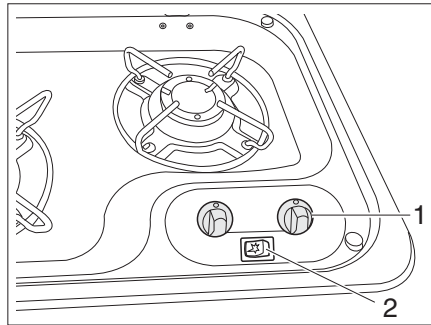

Bild 108 Bedienelemente für Gaskocher
- Drehregler (Bild 108,1) der gewünschten Brennstelle auf Zündposition (große Flamme) drehen.
- Funke durch Drücken der Zündtaste (Bild 108,2) erzeugen.
- Drehregler (Bild 108,1) auf 0-Stellung drehen. Die Flamme erlischt.